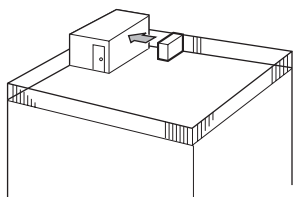

Fig. 2-3
- (1) Positionner la sortie d'air vers le mur le plus proche et à environ 500 mm, 19-11/16 pouces de celui-ci. (Fig. 2-3)